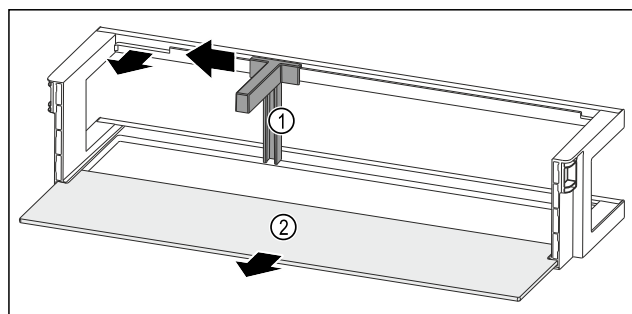

Fig. 209 Polica u vratima s držačem boca i policom za odlaganje
- Držač za boce Fig. 209 (1) pogurnite do otvora na stranu.
- Izvadite držač za boce Fig. 209 (1).
- Izvadite policu Fig. 209 (2).